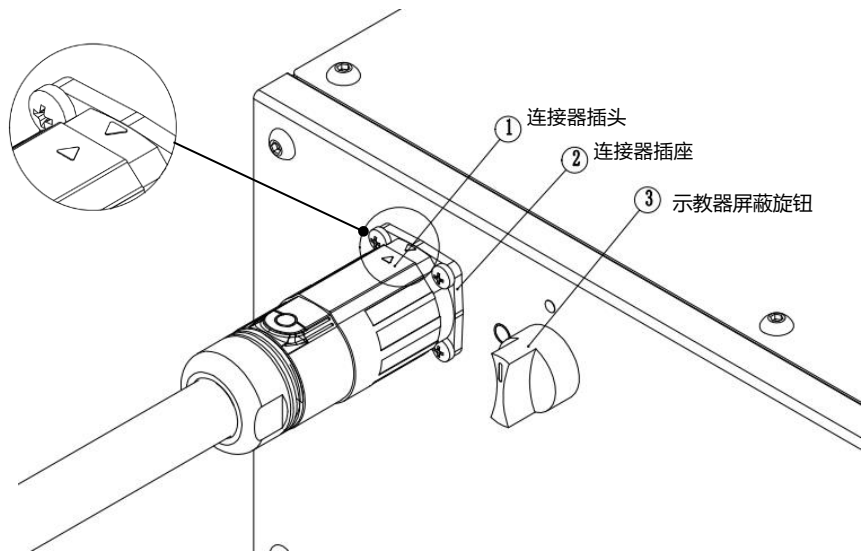

图 2-3 示教器连接接口
示教器采用快插式连接器连接（见图 2-3 中的 X16）。
**步骤 1** 将示教器屏蔽旋钮③旋至实心点档，以使能示教器功能。
**步骤 2** 将连接器插头①的三角符号与连接器插座②的三角符号对齐（如图 2-3 的局部放大图），推入连接器插头①，并顺时针旋转 45°，使其与连接器插座②卡紧。